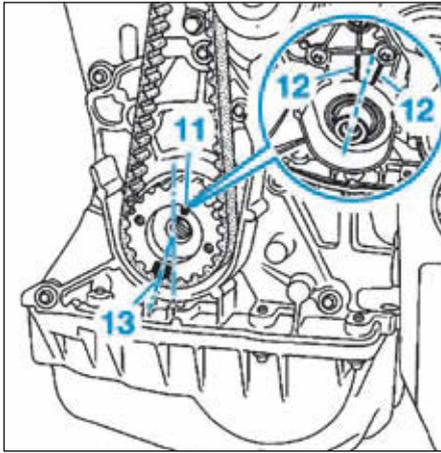

FIG.14
• Vérifier que le vilebrequin soit bien calé (Fig.14) :
- la rainure (11) du vilebrequin doit se situer au milieu des deux nervures (12) du carter de fermeture vilebrequin,
- le repère (13) du pignon de vilebrequin doit être décalé d'une dent à gauche de l'axe vertical du moteur.